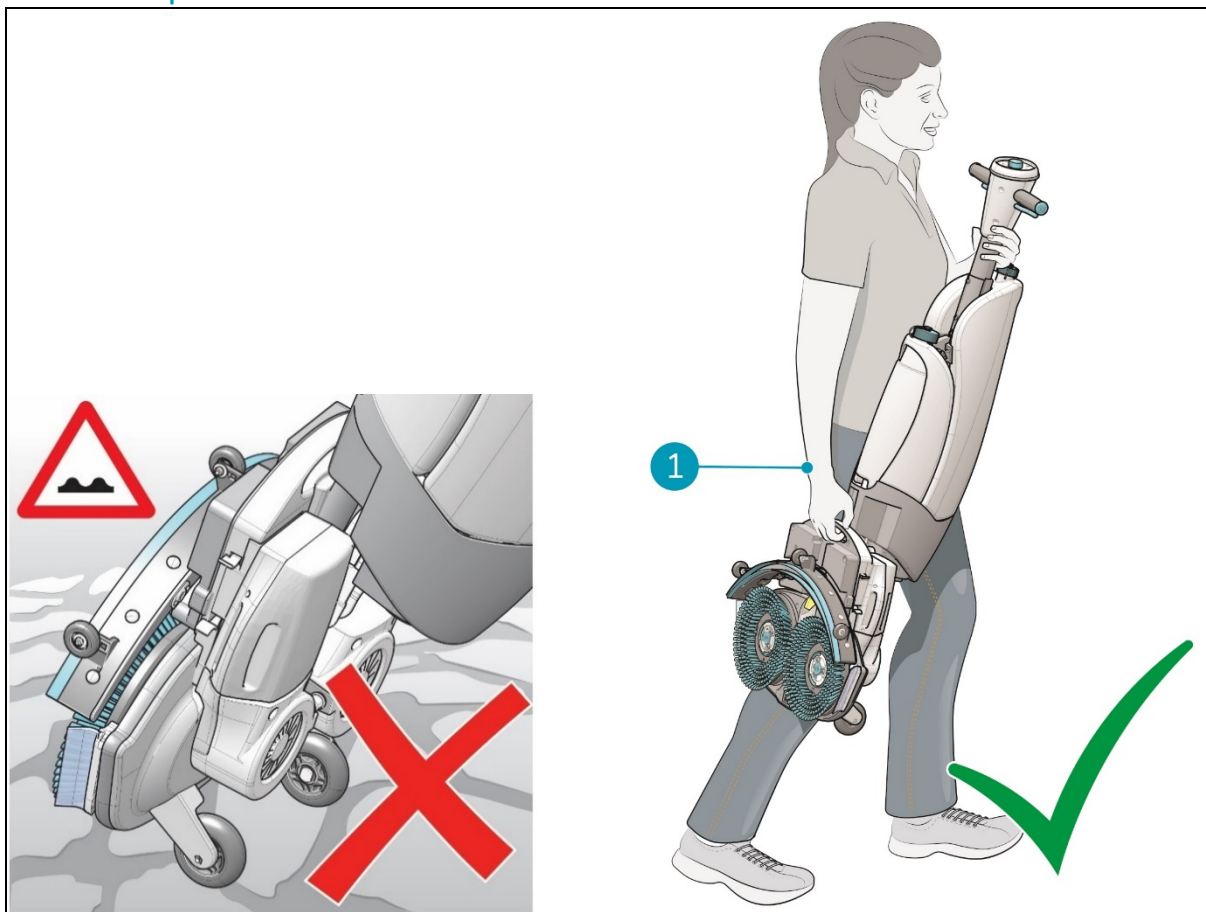

Figure 6
2. Portez l'i-mop XXL basic d'une main tout en tenant la poignée (Figure 6, pos 1) avec votre autre main.